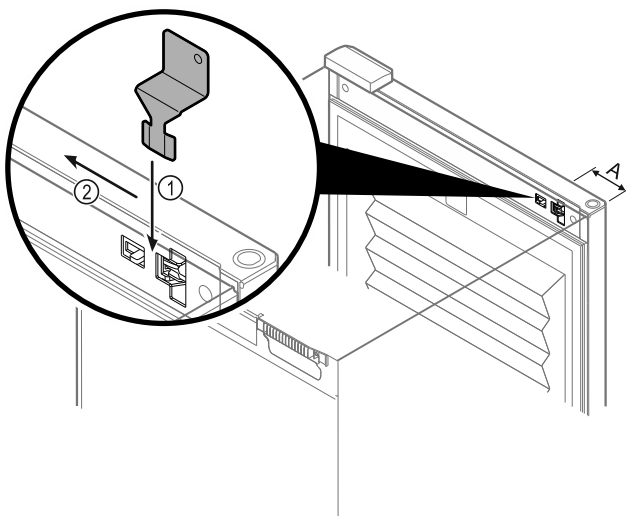

Fig. 148
- ▶ Notentriegelungsschlüssel an vorgegebener Stelle positionieren Fig. 148 (A)  $\approx$  100 mm.
- ▶ Notentriegelungsschlüssel Fig. 148 (1) zwischen Tür und Gerätekorpus von oben bis zum Anschlag einstecken.
- ▶ Notentriegelungsschlüssel in Richtung Scharnier ziehen. Fig. 148 (2)